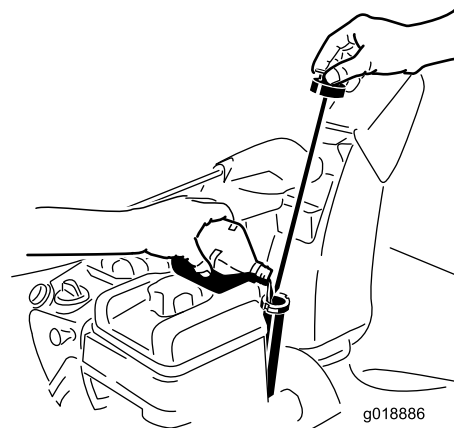

Figure 35
2. Sortez de nouveau la jauge et contrôlez le niveau d'huile (Figure 35). Faites l'appoint si le niveau est en dessous